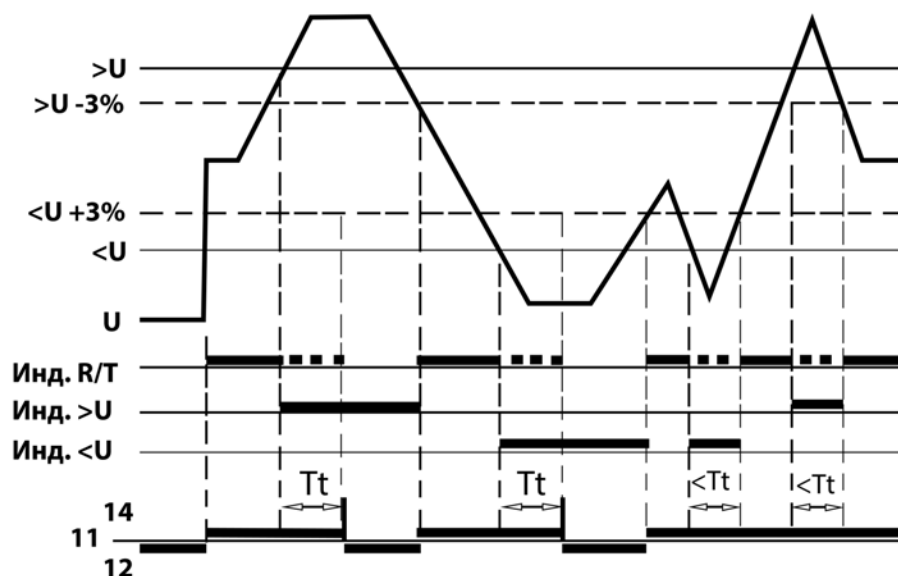

Рисунок 6. Схема работы реле РН-1
6.2. При расчете напряжения повторного подключения следует учитывать гистерезис, который составляет 3% от установленного верхнего или нижнего значения (рисунок 6). Например, при установке верхнего значения напряжения 265 В, значение гистерезиса составит $265 \cdot 0,03 = 7,95$ В, т. е. при сниже-